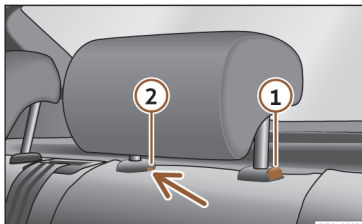

Abb. 77 Kopfstützen hinten: Ausbau.
- Drücken Sie die Taste»» **Abb. 77** ① und gleichzeitig mit einem Schlitzschraubendreher (Breite max. 5 mm) in die Öffnung der Verriegelung ② und ziehen Sie die Kopfstütze heraus.